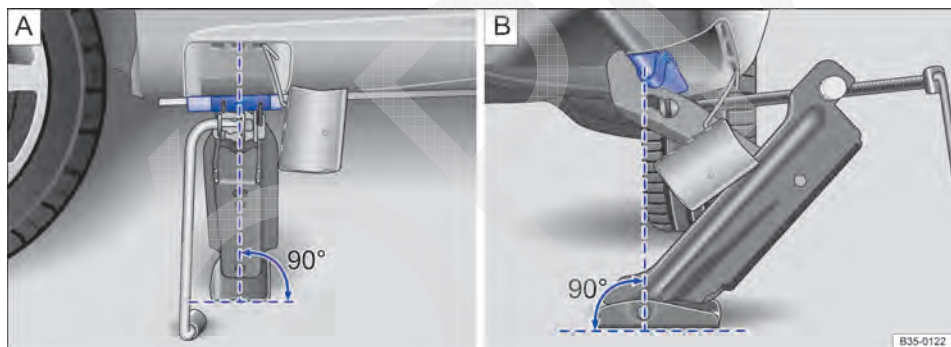

Fig. 238 Macaco posicionado no lado esquerdo traseiro do veículo.
9. Garantir que a base do macaco, com toda sua superfície, esteja sobre o chão e que a base se encontre perpendicularmente abaixo do ponto de colocação ⇒ Fig. 238.
10. Alinhar o macaco e, simultaneamente, levantar a garra do macaco até ela se encaixar na travessa debaixo do veículo ⇒ Fig. 238.
- Posicionar o macaco somente nos pontos indicados. A garra do macaco deve se encaixar no perfil da longarina de forma segura ⇒ Fig. 238.